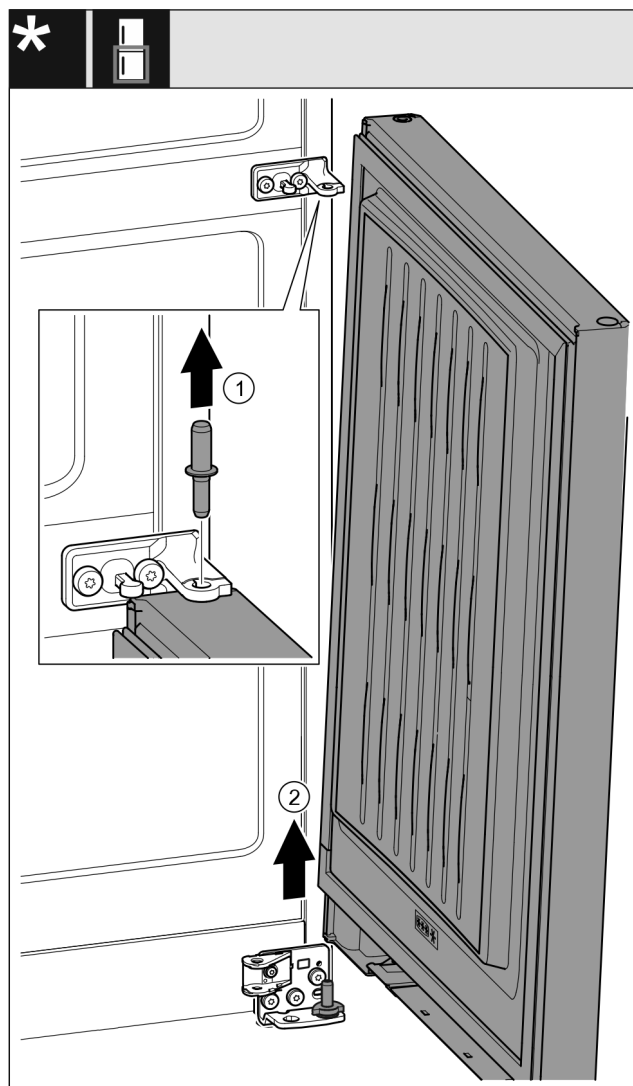

Fig. 30 带减震器*
- 向上拉出螺栓 Fig. 30 (1)。*
- 冰箱门 Fig. 30 (2)向外旋转，向上拉出后放在旁边。*